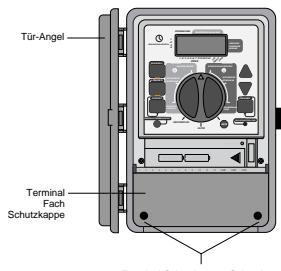

ABB. 18: Außen installiertes Steuergerät mit abgebildeter Anschlußstellenabdeckung
- Nehmen Sie den Deckel des Anschlußfaches ab, indem Sie die beiden Schrauben loschrauben und den Kunststoffdeckel gerade abziehen [siehe Abb. 18].